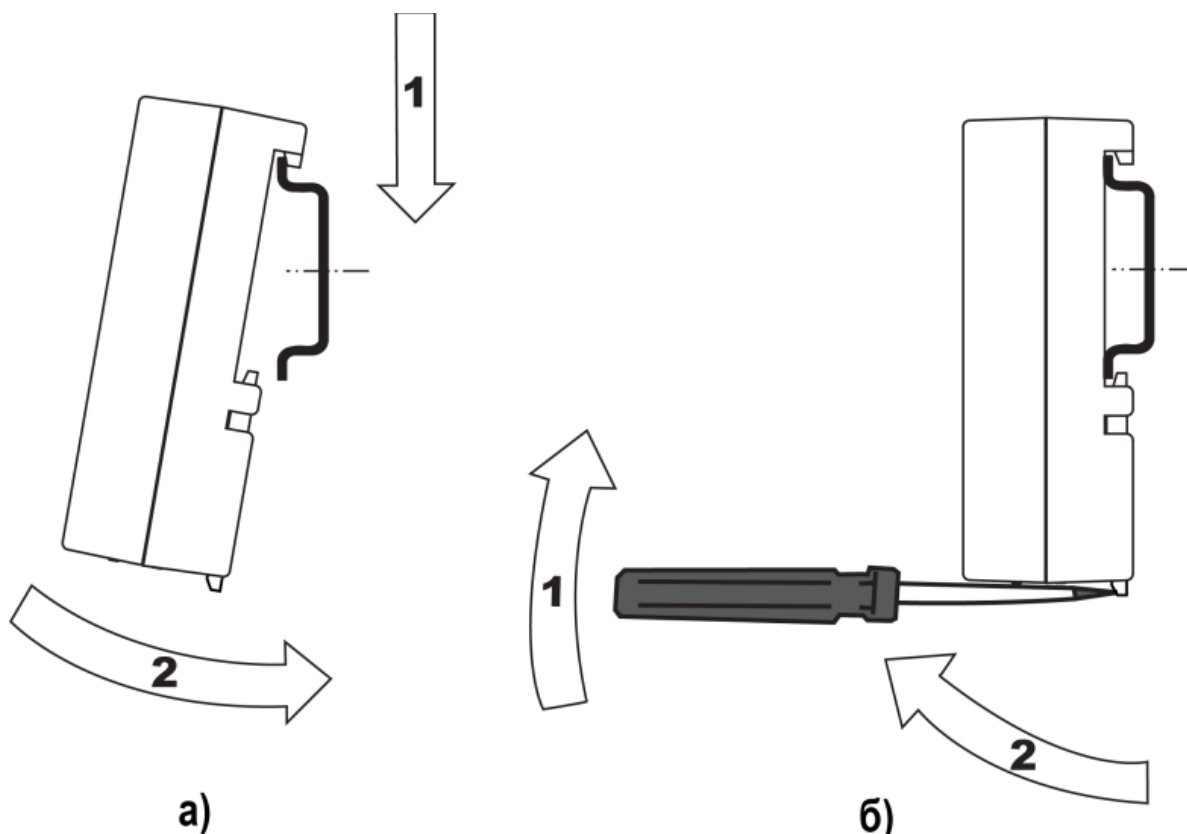

Рисунок 2 – Монтаж и демонтаж
1. Отсоедините клеммы внешних устройств без их демонтажа (рисунок 2б).
2. В проушину защелки вставить острие отвертки (рисунок 2б);